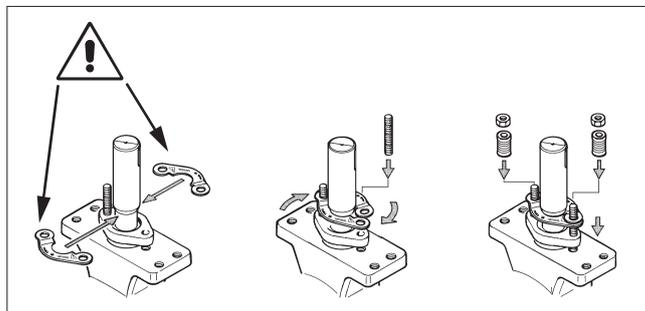
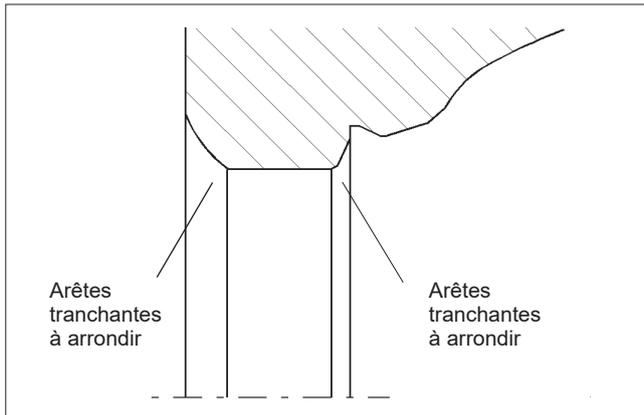

Fig. 19 Montage des fers de retenue
Fig. 24 Arrondissement des arêtes
- Nettoyer l'ouverture du passage du côté du siège. Éliminer les éventuelles arêtes. Arrondir les angles à la toile émeri, puis nettoyer soigneusement l'ouverture. Cf. figure 24.
- Mettre en place le joint (6) sur le siège (4).
- Graisser l'ouverture, le siège (4) et le joint de siège (6) ainsi que le ressort de blocage (5) avec un lubrifiant volatile, p. ex. Hyprez. Attention à prendre en compte la compatibilité du lubrifiant avec le fluide devant traverser la vanne.
- **Seulement dans le cas d'un joint à lèvres** : Presser le siège précautionneusement une quinzaine de minutes contre l'ouverture du passage (cf. figure 19). Les phases de travail qui suivent doivent être effectuées avant la disparition de la précontrainte.